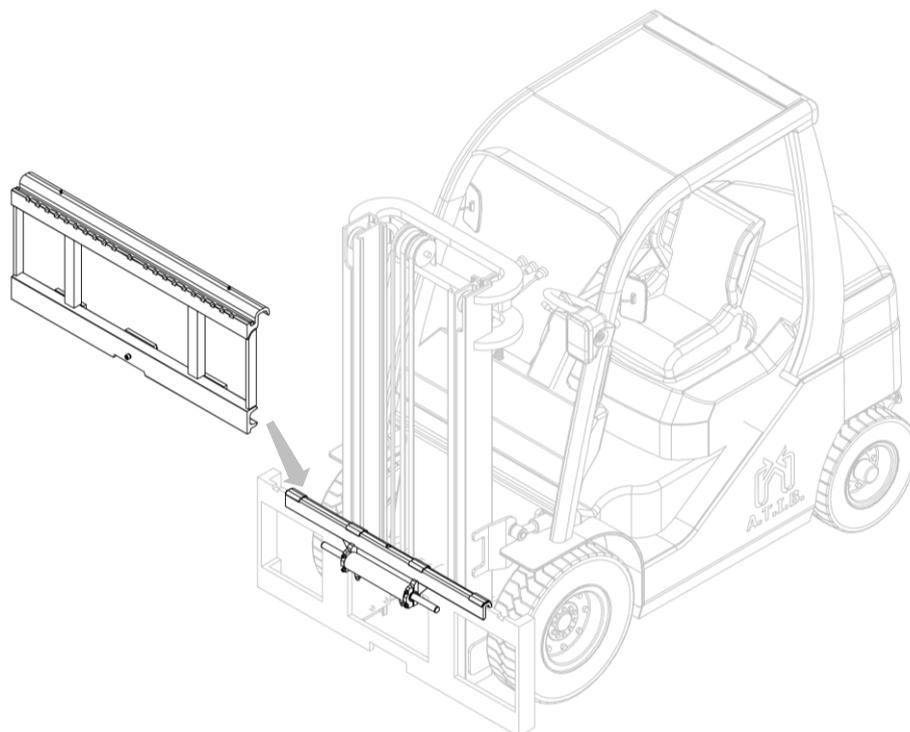

Figura 9
7. Agganciare l'attrezzatura con un carrozzone o un paranco di portata sufficiente e posizionarla sul doppio gancio, avendo cura di posizionarla in modo corretto (Figura 9).